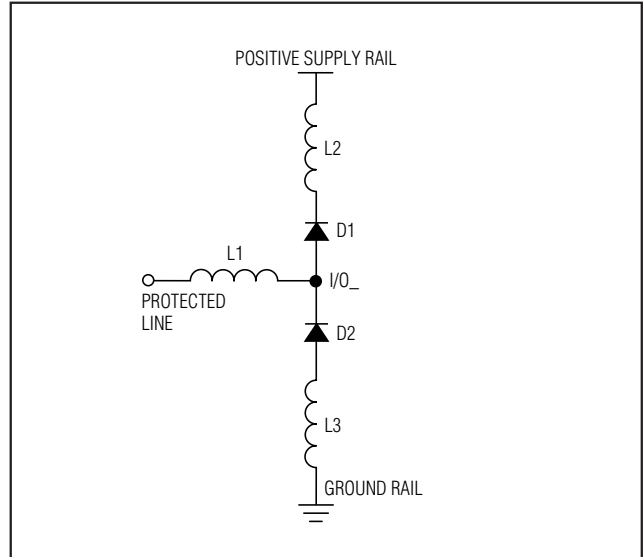

图1. 寄生串联电感
**Note 2:** Idealized clamp voltages (L1 = L2 = L3 = 0) (Figure 1); see the *Applications Information* section for more information.
另外，还必须考虑寄生串联电感对线路的影响(图1)。